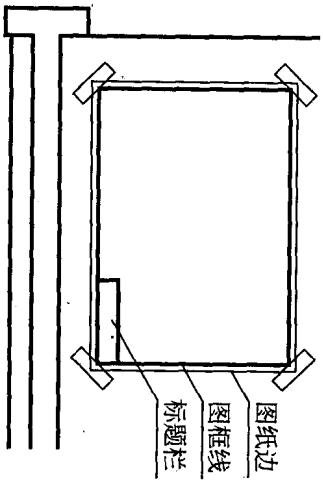

图 1
2. 将图纸用胶带纸固定在图板的左下方，如图 1 所示，然后按标准画出图框线，并在图框右下角画出标题栏。图纸幅面大小、边框线及标题栏的格式和尺寸见教材第 1 章中相应内容。